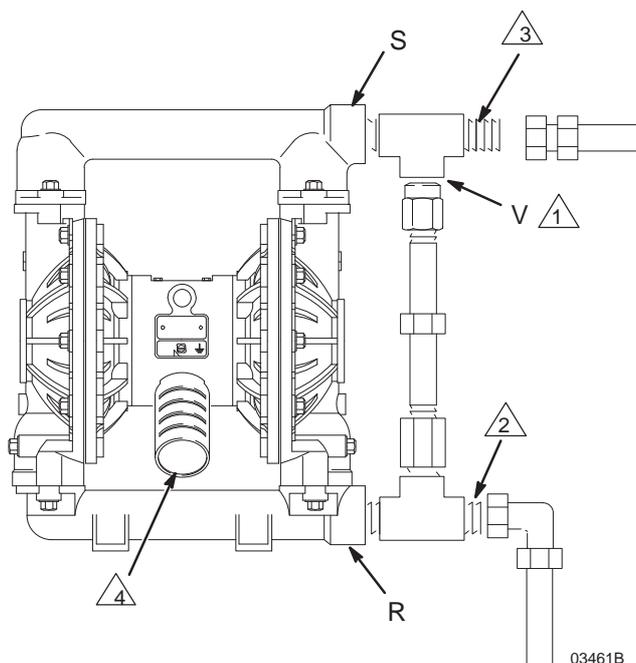

FIG. 4
Alguns sistemas podem exigir a instalação de uma válvula de alívio de pressão na saída da bomba para evitar a sobrepressurização e rutura da bomba ou mangueira. Consulte a FIG. 4.
1. Retire o silenciador (P) da porta de exaustão de ar da bomba.
2. Instale um tubo flexível de exaustão de ar com ligação à terra (T) e ligue o silenciador (P) à outra extremidade do tubo. O DI mínimo para o tubo flexível de exaustão de ar é de 19 mm (3/4 pol.). Se for necessário um tubo flexível com mais de 4,57 m (15 ft), use um tubo com maior diâmetro. Evite arestas cortantes ou dobras no tubo flexível. Consulte a FIG. 4.
3. Coloque um recipiente (U) no final da linha de exaustão de ar para apanhar produto em caso de rutura do diafragma.